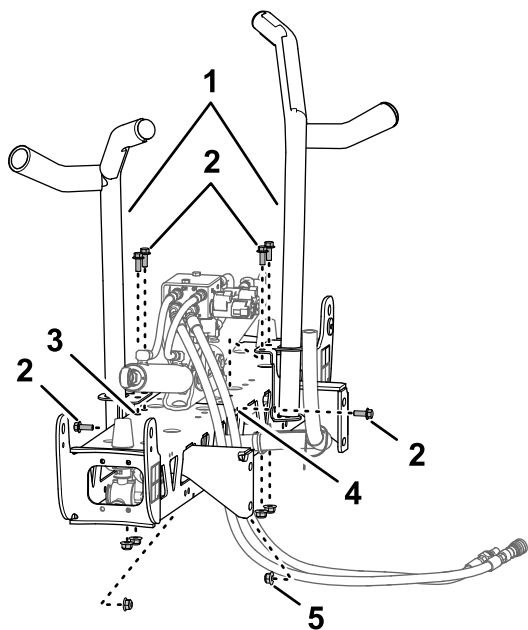
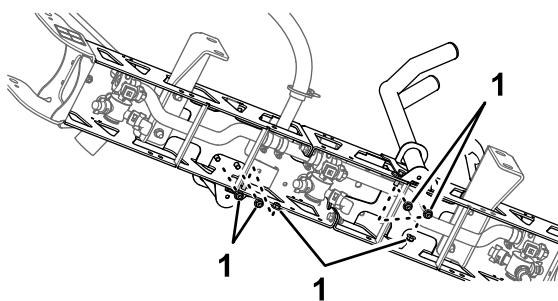

Figura 35
Figura 36
2. Alinhe as cavidades de transporte da rampa com a secção da rampa central (Figura 35).
3. Monte as cavidades na secção da rampa (Figura 35 e Figura 36) com seis parafusos ($\frac{3}{8}$ pol. x 1 pol.) e seis porcas de bloqueio flangeadas ($\frac{3}{8}$ pol.).